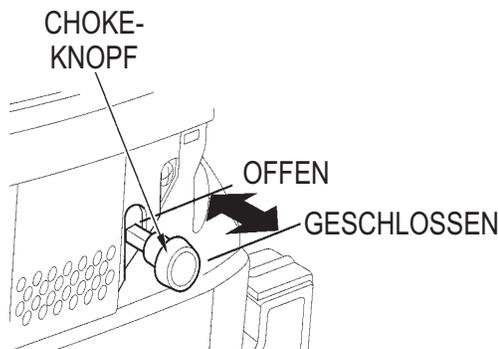

Abbildung 10. Chokeknopf
5. Ziehen Sie beim Anlassen eines kalten Motors den Chokeknopf (Abbildung 10) in die **geschlossene** Position heraus. Bei warmer Witterung oder warmem Motor kann die Maschine mit halb oder vollständig **offenem** Choke gestartet werden.